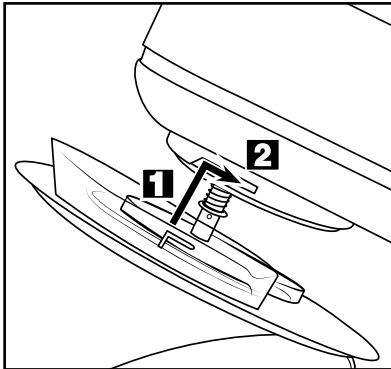

Fig. 1: Montagem da tampa **9**
- Coloque a tampa **9** por baixo no braço giratório **1**, de modo que as patilhas de fixação na tampa **9** encaixem nos entalhes do braço giratório **1** (fig. 1 / **1**). A seta na tampa **9** deve apontar para o símbolo  no braço giratório **1**:
- Para bloquear, rode a tampa **9** no sentido da seta , de forma a que a patilha de fixação encaixe e a tampa **9** fique bem fixa (fig. 1 / **2**).